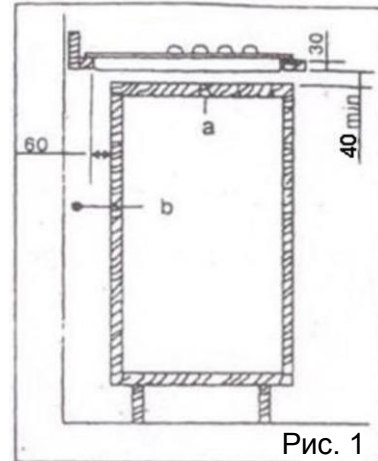

Рис. 1
- После появления пламени, удерживайте переключатель нажатым около 10 с: это время необходимо для разогрева термопары (рис. 1-С) и активации предохранительного клапана, который, в противном случае, перекроет поток газа.
Автоматическая система розжига (если имеется) состоит из керамического "держателя" и металлического электрода (позиция "B" на рис. 1). Эти компоненты следует регулярно тщательно очищать. Кроме того, во избежание трудностей при розжиге следует проверять, не засорены ли полости в конфорке.